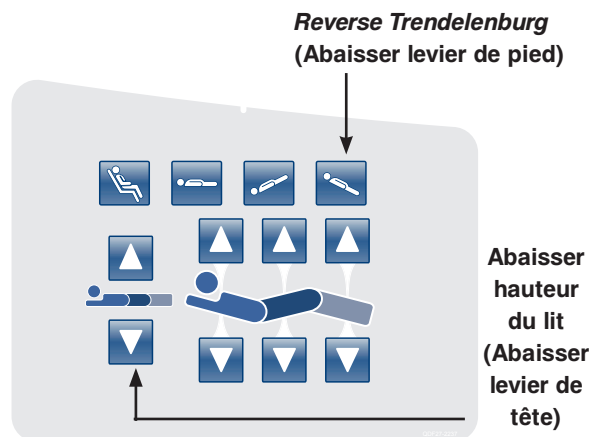

Figure 7 : Panneau de contrôle côté de lit de tête - (Côté droit illustré)
- Placez le lit en position basse maximale. Appuyez simultanément sur les boutons «Abaissér hauteur du lit (Abaissér levier de tête)» et «Reverse Trendelenburg (Abaissér levier de pied)» tel qu'illustré à la Figure 7.